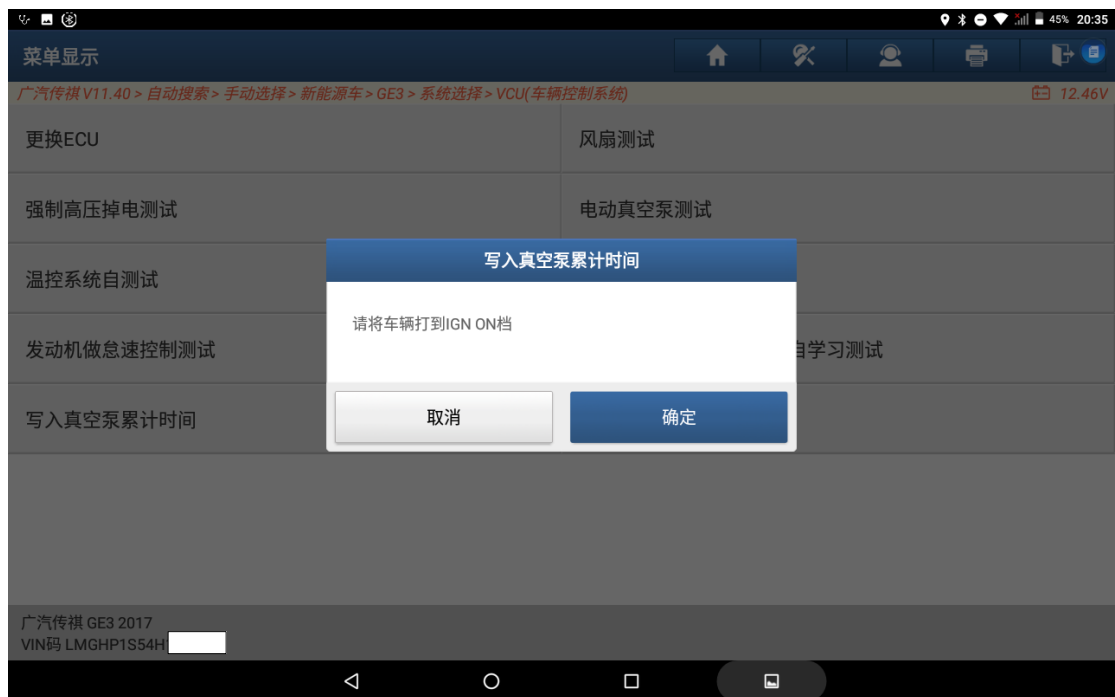
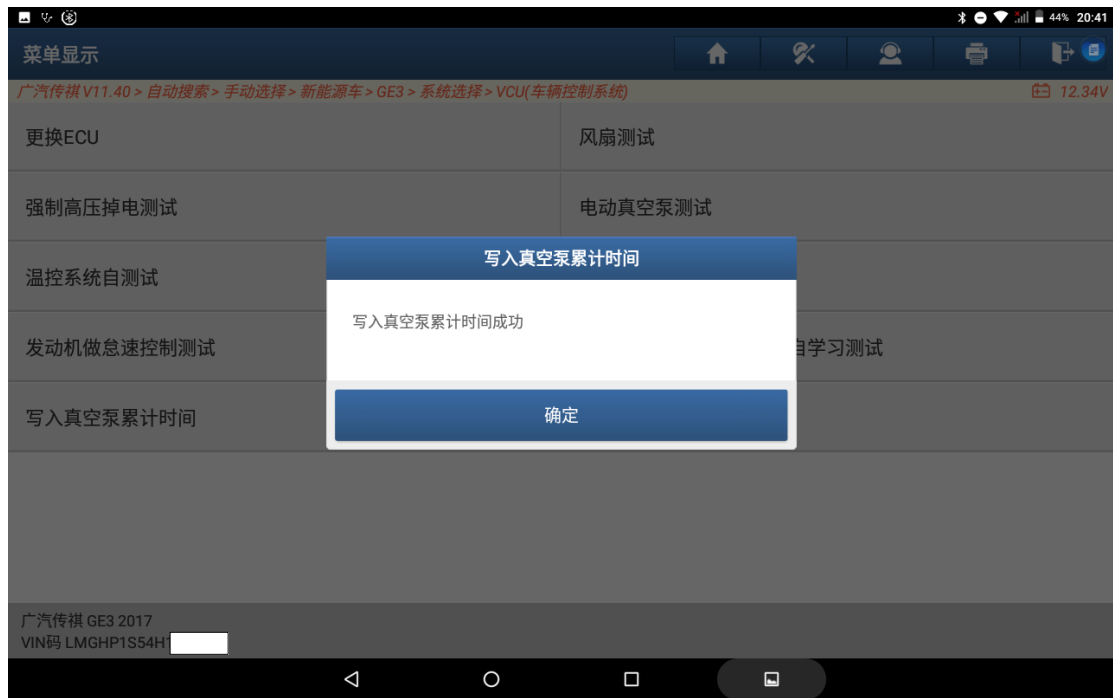

图 24
图 25
20. 执行【写入真空泵累计时间】功能，点击确定返回，如图 24，图 25：